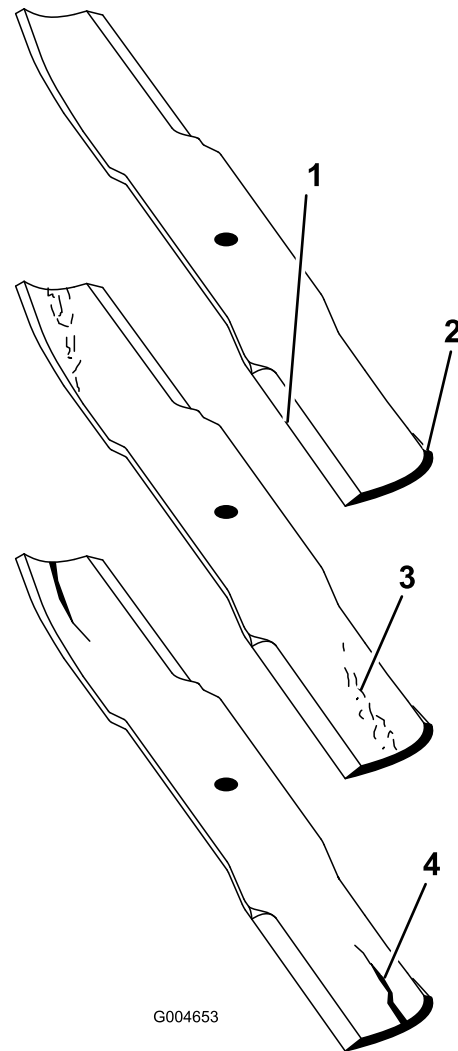

Figura 86
2. Examine cuidadosamente as extremidades da lâmina, prestando especial atenção à zona onde se encontram as partes curvas e planas da lâmina (Figura 86).
Nota: A areia e os materiais abrasivos podem desgastar o metal entre as partes plana e curva da lâmina; por isso, verifique a lâmina antes de utilizar a máquina. Se verificar que esta zona se encontra desgastada (Figura 86), substitua a lâmina.